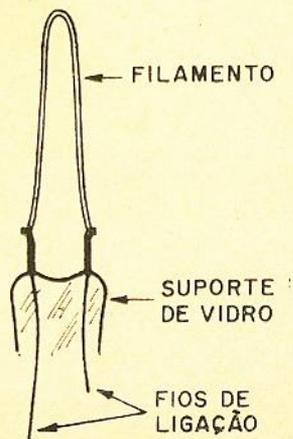

Figura 15.3
1) O filamento é o próprio corpo emissor (figura 15.3). A corrente elétrica que atravessa o filamento produz o seu aquecimento e ele produz elétrons. Os filamentos desse tipo são feitos sob forma de fios ou fitas delgadas de tungstênio recobertos com óxidos metálicos de grande poder emissor. As válvulas que empregam o filamento como emissor chamam-se **válvulas de aquecimento direto**. Várias substâncias são empregadas no revestimento do filamento de tungstênio, uma das quais é o metal denominado tório. O tório é encontrado nas areias monazíticas, muito abundantes no Brasil e é considerado uma matéria prima de grande importância para certos tipos de reatores nucleares. É também usado o processo de se misturar óxido de tório com o tungstênio, na preparação deste último. As válvulas de aquecimento direto são, geralmente, de baixa potência, tendo sido bastante empregadas nos receptores e equipamen-